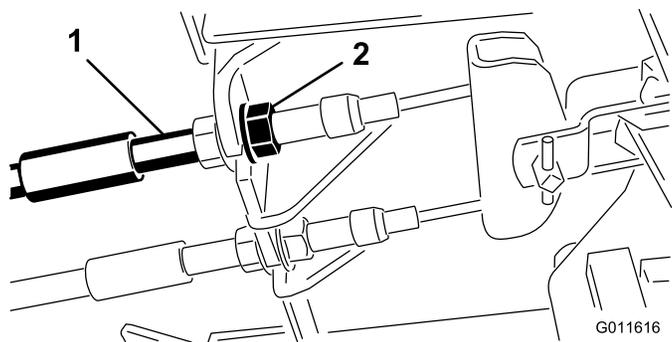

Bild 68
1. Ziehen Sie zum Reduzieren des Spiels der Bremspedale die Bremsen fester – lockern Sie dazu die vordere Mutter am Gewindeende des Bremszugs (Bild 68).